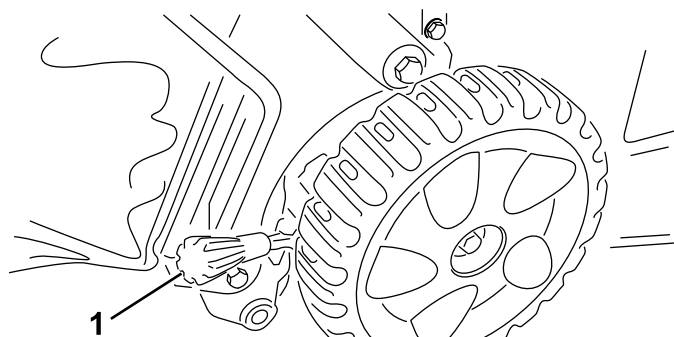

Figure 12
**Remarque:** Pour élever la machine, déplacez les deux leviers de hauteur de coupe en avant ; pour abaisser la machine, ramenez les leviers en arrière (Figure 12).